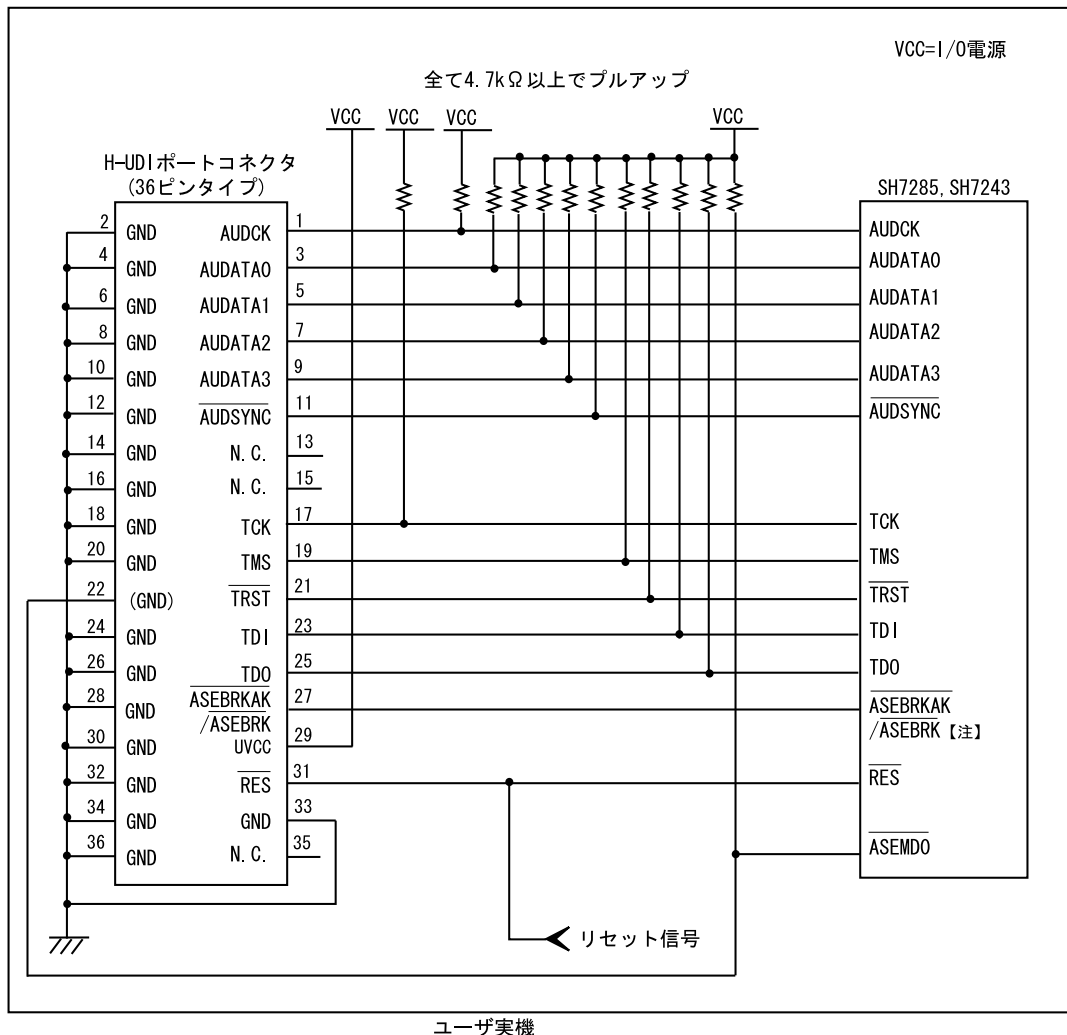

図 2.13 E200F 使用時の H-UDI ポートコネクタ - チップ間の推奨接続例(36 ピンタイプ) (2)
E200F エミュレータ使用時の H-UDI+AUD ポートコネクタ(36 ピンタイプ)とチップ間の推奨接続例を図 2.12、図 2.13 に示します。
7. 図 2.12、図 2.13 に記載されている抵抗値は、参考値です。